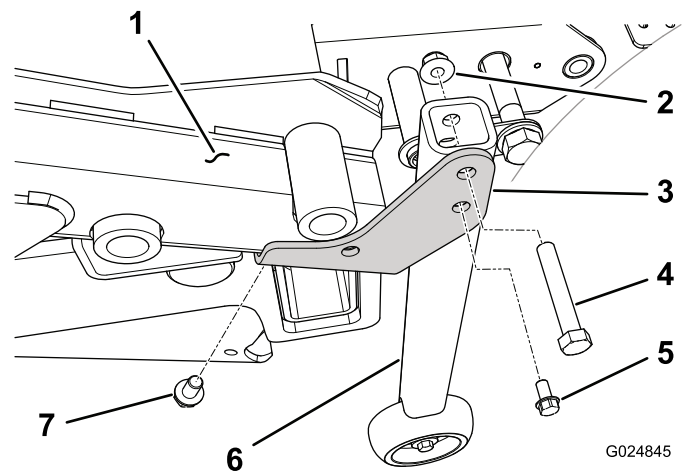

Figura 99
6. En unidades de tracción con número de serie superior a 313000001, monte un soporte de conversión (derecho o izquierdo) en la cara inferior de cada esquina trasera del bastidor de la carcasa con un tornillo autorroscante de 3/8 x 5/8 pulgada (Figura 99). El soporte debe estar orientado hacia la parte trasera del bastidor trasero.